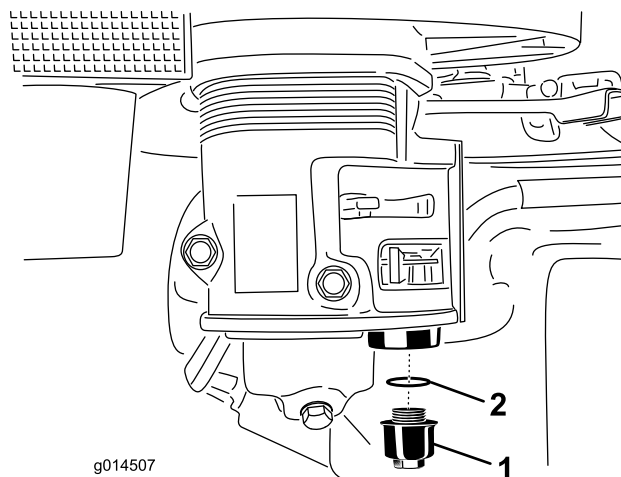

Figure 14
- Dévissez la cuvette de décantation (Figure 14).